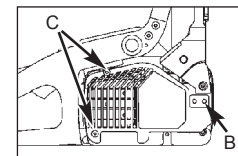

Fig. 3C
2. Enlevez les deux écrous de fixation du guide-chaîne (B). Desserrez les deux vis se trouvant à l'arrière du couvercle de l'embrayage (C). Enlevez le couvercle (Fig. 3C).